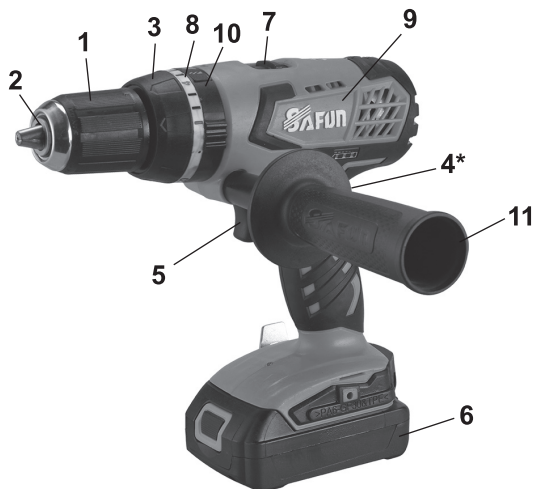

рис.1
1.6 Общий вид дрели представлен на рис.1
1.7 Механизм дрели расположен в обрезиненном пластиковом корпусе (рис.1 поз.9), состоящем из двух частей: правой и левой. Он состоит из электродвигателя и редуктора с планетарным двух скоростным механизмом.
1.8 Клавиша выключателя (рис.1 поз.5) расположена в передней части рукоятки. При нажатии на клавишу включается двигатель дрели. Усилие, приложенное к клавише, изменяет скорость вращения двигателя.
Над клавишей выключателя находится переключатель реверса (рис.1 поз.4), пластинчатой конструкции. В нейтральном положении он выполняет функцию блокиратора клавиши от случайного включения.
1.9 В передней части корпуса расположено кольцо регулировки (рис.1 поз.8). Это кольцо фиксирует одну из позиций предельного момента затяжки, при работе дрелью, как шуруповёртом. Переключатель режимов работы (рис.1 поз.10) фиксирует работу в одном из трех положений (режим шуруповерта, безударное сверление, сверление с ударом).
2.2.2 Установка рабочего инструмента (биты, сверла) в патрон: установить переключатель направления вращения (рис.1 поз.4) в положение блокировки клавиши выключателя; вращать переднюю часть патрона (рис.1 поз.1) против часовой стрелки до разведения кулачков патрона (рис.1 поз.2) на расстояние, необходимое для установки рабочего инструмента; вставить хвостовик биты (сверла) между кулачками вращать переднюю часть патрона (рис.1 поз.1) по часовой стрелке до фиксации рабочего инструмента кулачками патрона; перед началом работы убедиться в надёжности фиксации рабочего инструмента в патроне.
2.2.3 Включение/выключение дрели: для включения дрели необходимо нажать и удерживать клавишу выключателя (рис.1 поз.5); для отключения дрели – отпустить клавишу, она за счёт пружины вернётся в исходное положение – «выключено».
2.2.4 Переключение направления вращения: в среднем положении переключатель направления вращения (рис.1 поз.4) блокирует клавишу выключателя, исключая случайное включение дрели; сдвинув переключатель, влево/вправо устанавливается вращение патрона по (или против) часовой стрелке.
2.2.5 Функции регулировочного кольца (рис.1 поз.8):
4.1 Режим сверления: закрепить в патроне сверло, нужного для работы диаметра и соответствующее материалу заготовки; сдвинуть переключатель направления вращения влево (вращение правостороннее); повернуть кольцо регулировки (рис.1 поз.3) в положение «сверло»; поставить переключатель диапазона скоростей в положение «Н»; при сверлении отверстий в металле, рекомендуется накернить место сверления; для снижения нагрузки на инструмент, при сверлении отверстий большого диаметра, просверлите отверстие вначале тонким сверлом; для облегчения процесса сверления, рекомендуется чаще выводить сверло из отверстия для удаления стружки; исключите чрезмерную осевую нагрузку на дрель во избежание поломки сверла и перегрева двигателя; не допускайте перекашивания сверла от оси сверления.